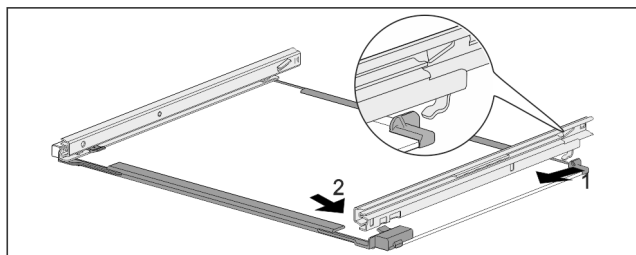

Fig. 266 Γυάλινο ράφι με ράγες
- ▶ Ασφαλίστε τη ράγα πίσω. Fig. 266 (1)
- ▶ Ασφαλίστε τη ράγα εμπρός. Fig. 266 (2)